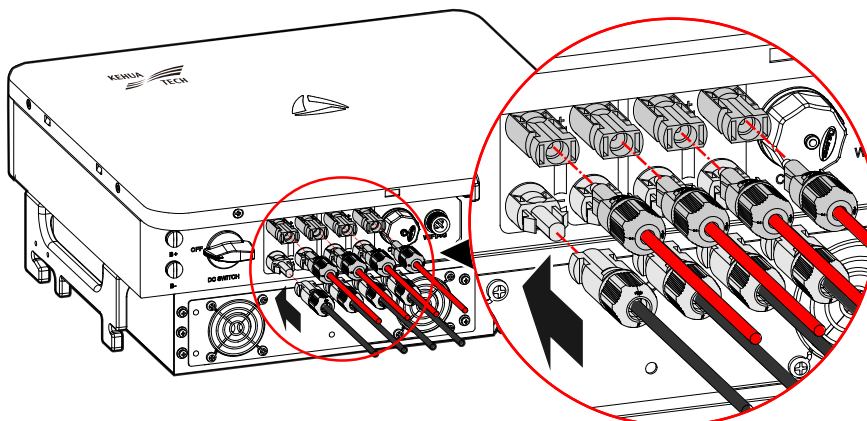
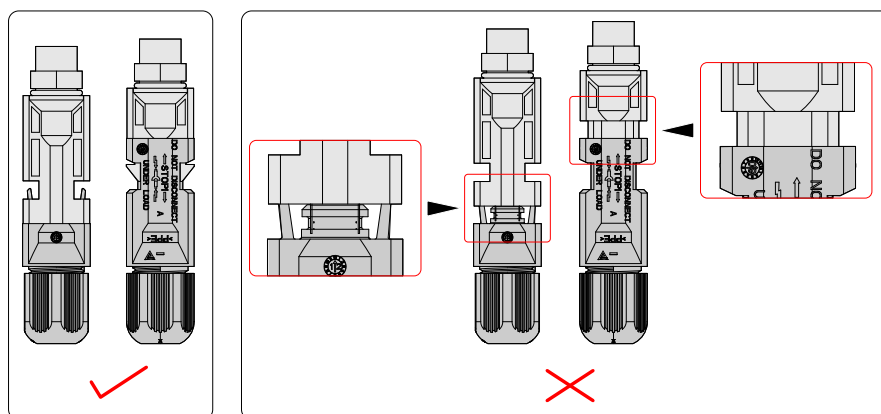

Figura 3-21 Conexão de conectores fotovoltaicos
Figura 3-22 Método de instalação do conector fotovoltaico
- Etapa 6 Insira os conectores positivos e negativos nos terminais fotovoltaicos "+" e "-" na parte inferior do inversor, respectivamente (como exibido na Figura 3-21). Quando você ouvir um clique, significará que a conexão estará boa (como exibido na Figura 3-22).